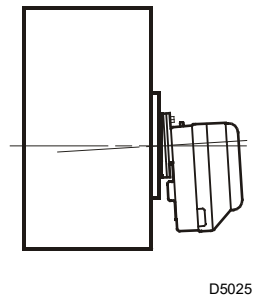

Fig. 5
- Als de brander geplaatst is, dient hij lichtjes over te hellen zoals in Fig. 5.